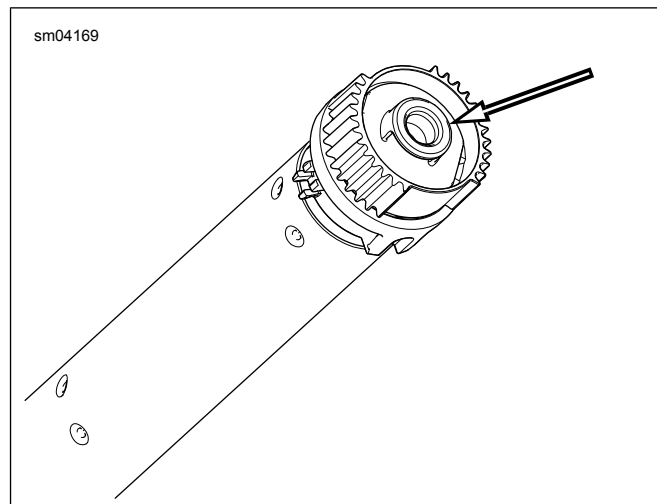

Рисунок 4. Снимите уплотнительный колпачок
- См. Рисунок 4. Вставьте небольшую отвертку или другой инструмент с плоским наконечником в плоскую область с одной стороны уплотнительного колпачка.